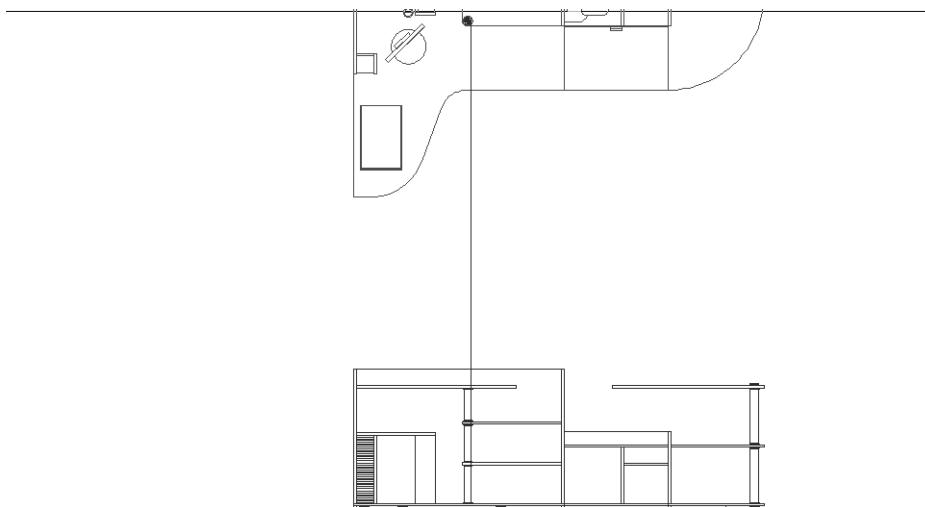

Рис. 9.9 ▼ Вертикальная линия продлена до нужной длины
8. Измените масштаб просмотра так, чтобы видеть чертеж опоры и на виде сверху, и на главном виде, а затем продлите вертикальную линию, начинаяющуюся на правом квадранте вниз до пересечения с контуром столешницы на главном виде (рис. 9.9).